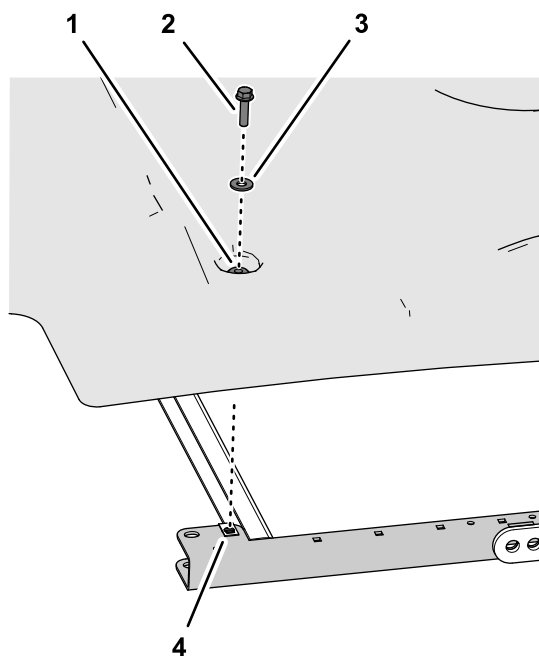
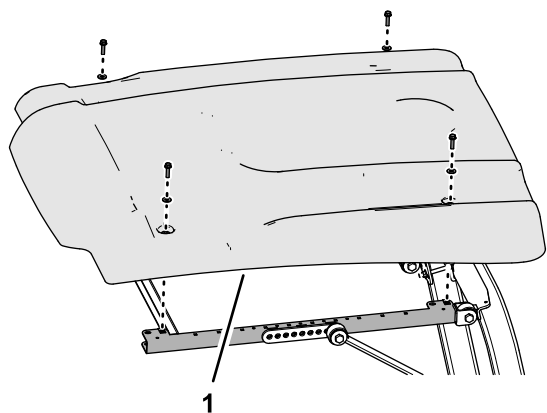

Figura 2
Figura 1
1. Togliete i 4 bulloni a testa flangiata (5/16" x 1¼") e le 4 rondelle (5/16") che fissano il parasole alle canaline del telaio laterale (Figura 1 e Figura 2).